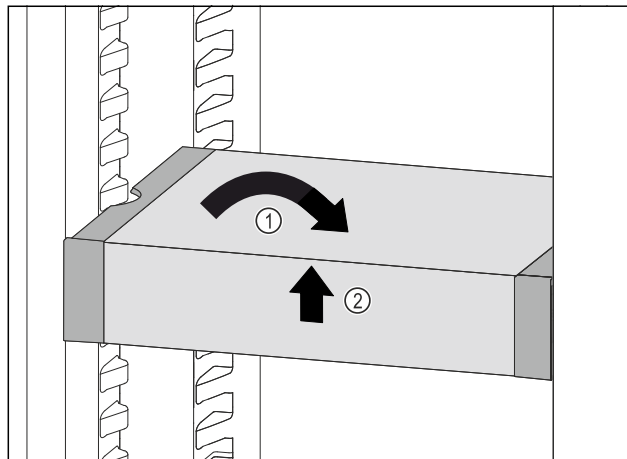

Fig. 49
- ▶ Predal VarioSafe postavite ravno. *Fig. 49 (1)*
- ▶ Predal VarioSafe dvignite spredaj. *Fig. 49 (2)*